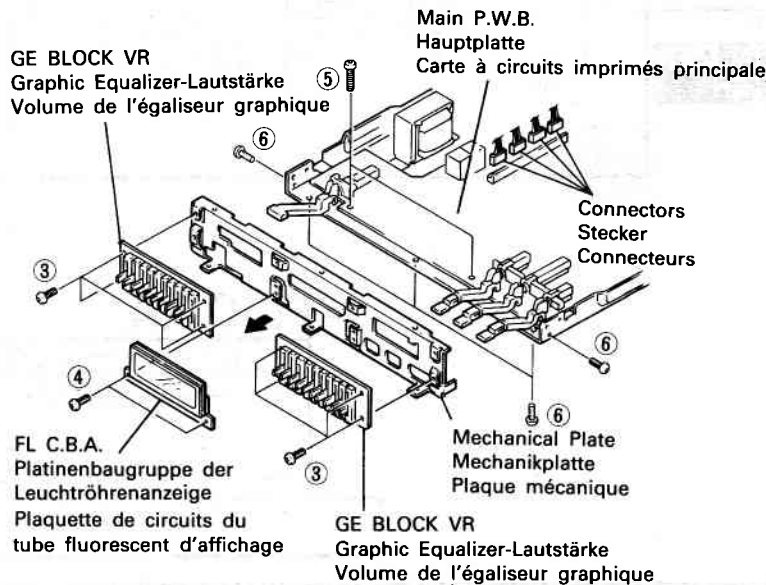

Fig. 3 Abb. 3
### 3. GE BLOCK VR (Fig. 3)
### 4. FL C.B.A. (Fig. 3)
### 5. Mechanical Plate (Fig. 3)
### 3. Graphic Equalizer-Lautstärke (Abb. 3)
### 4. Platinenbaugruppe der Leuchtröhrenanzeige (Abb.3)
### 5. Mechanikplatte (Abb. 3)
### 3. Volume de l'égaliseur graphique (Fig. 3)
### 4. Plaquette de circuits du tube fluorescent d'affichage (Fig. 3)
**5. Plaque mécanique (Fig. 3)**